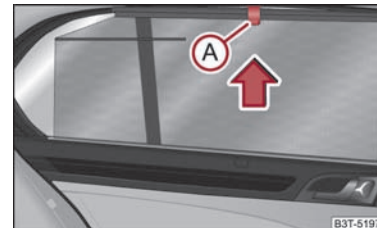

Abb. 63 Hintere Tür: Sonnenschutzrollo
- Ziehen Sie das Sonnenschutzrollo am Griff (A) ⇒ Abb. 63 heraus und hängen Sie es in den Halter an der Türoberkante ein.